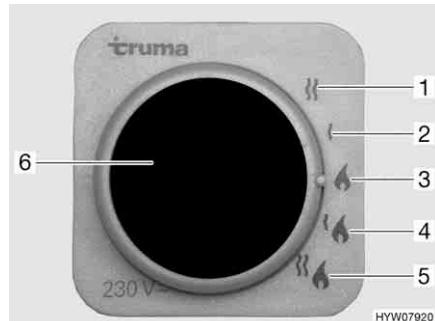

Fig. 70 Selettore di energia per riscaldamento/boiler
- Funzionamento a gas (Fig. 70,3)
- Funzionamento elettrico a 230 V con gradi di potenza da 900 W (Fig. 70,2) oppure 1800 W (Fig. 70,1)
- Funzionamento a gas e funzionamento elettrico a 230 V (funzionamento misto) con gradi di potenza da 900 W (Fig. 70,4) oppure 1800 W (Fig. 70,5)
Se viene selezionato il funzionamento elettrico a 230 V, la spia gialla di controllo si accende (Fig. 70,6).